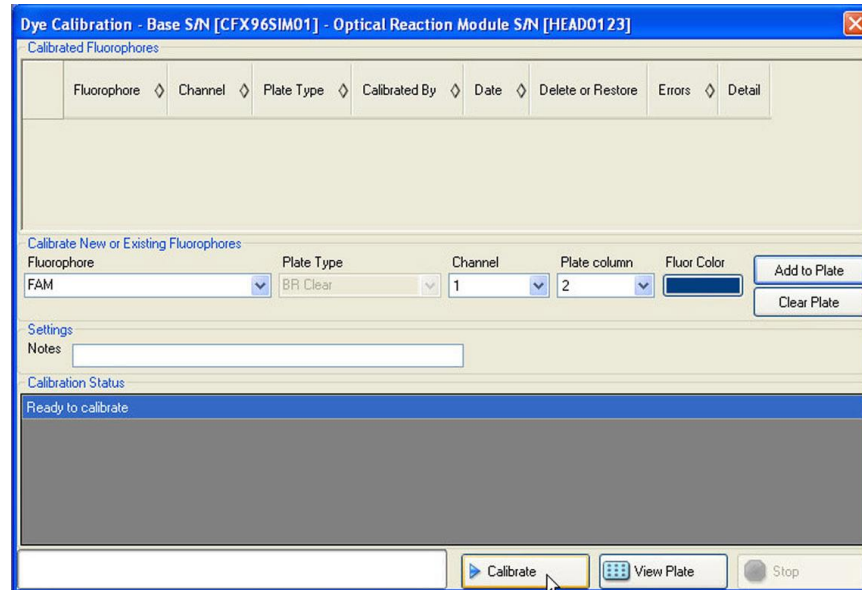

Рис. 104. Окно Dye Calibration
2. Выберите **Tool > Calibration Wizard** для открытия окна и произведите калибровку новых комбинаций красителя и планшета (Рис. 104).
На Рис. 104 показан скриншот окна Dye Calibration.